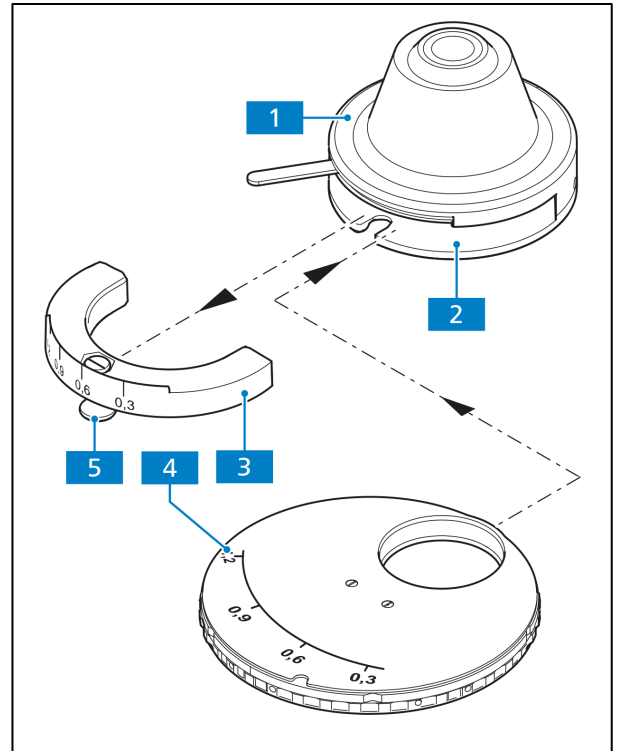

Abb. 3-30 Modulatorscheibe in Kondensor 0,9 H Pol
- Kondensor (Abb. 3-30/1) vom Kondensorträger abnehmen (siehe Abschnitt 3.1.8). Ist der Kondensorträger, z. B. bei angesetzter Übersichtseinrichtung, nicht weit genug absenkbar, diesen ggf. mit dem Tischträger abnehmen, bis zum unteren Anschlag absenken und Kondensor entfernen.
- Klemmschraube (Abb. 3-30/5) des Skalen-segments (Abb. 3-30/3) des Kondensors mit Innensechskantschlüssel (SW 3) lösen und Skalen-segment nach vorn herausziehen.
- Modulatorscheibe (Abb. 3-30/4) mit der zweizackigen Gabelöffnung voran in den Kondensor einschieben. Dabei darauf achten, dass die darin befindliche Führung beidseitig eingefasst wird. Die Führung dient als Anschlag für die Modulatorscheibe. Gleichzeitig ist darauf zu achten, dass sich der Zapfen der Klemmschraube der Modulatorscheibe in der Orientierungsnut des Kondensors befindet.